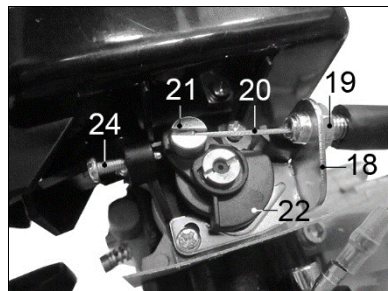

Рисунок 8.
6.5. Подключения кабеля к двигателю (Рис. 8)